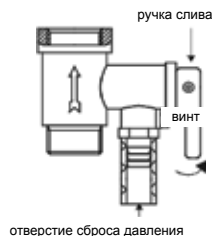

Рис. 11
4. На входной патрубок обозначенный голубым цветом и стрелкой направления течения воды накрутите предохранительный клапан так, чтобы течение воды совпадало с направлением стрелки на корпусе клапана. На отверстие сброса давления предохранительного клапана (см. рис. 11) оденьте дренажную трубку* для отвода воды (возможно появление при нагревании) в канализацию.
6. Чтобы правильно слить воду из внутреннего бака, надо воспользоваться сливным отверстием (только для серии FSL2) (надо открутить заглушку, закрывающую сливное отверстие), также воду можно слить через обратный предохранительный клапан (открутить сливной винт обратного предохранительного клапана и перевести ручку слива в верхнее положение, при этом кран выхода горячей воды должен быть открыт, а кран подачи холодной воды в водонагреватель должен быть перекрыт) (смотри рис. 11). Никогда не сливайте воду, если ее температура выше 50°C, т.к. это может привести к ожогам.